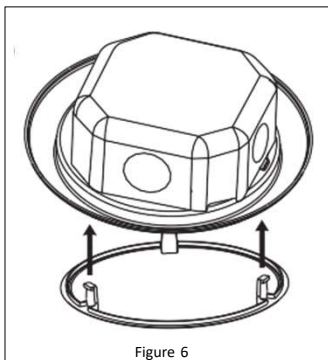

Figure 6
8. Attach the diffuser lens to the fixture by aligning the lens tabs with the slots on the fixture. Once properly aligned, push the lens up. **See Figure 6.**
- Fixez le diffuseur sur le luminaire en alignant les languettes du diffuseur avec les fentes du luminaire. Une fois qu'il est correctement aligné, poussez le diffuseur vers le haut. **Reportez - vous à la Figure 6.**